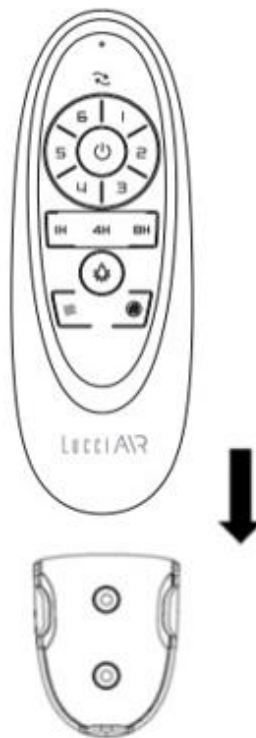

Fig. 12b
- 리모컨을 홀더쪽으로 밀어 넣어 리모컨을 보관 가능합니다. (Fig. 12b)